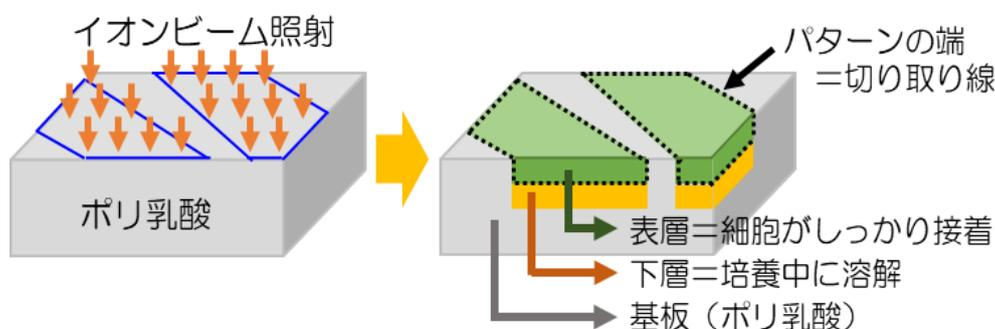

図2. 培養中に力を加えると表層が剥離する特殊な仕掛け
3)を兼ね備えたポリ乳酸⁴⁾を選択しました。イオンビームには材料中の分子を切断したり、“架橋”といって分子同士をつないだりする作用があります。ポリ乳酸は通常の照射では切断される確率が圧倒的に高いのですが、過剰に照射すると逆に架橋が進行し、徐々に炭化していきます。つまり、照射によって与えられるエネルギーの密度によって、ポリ乳酸の中で起こる化学反応が異なるのです。本研究ではこの知見に基づき、イオンビームのもたらすエネルギーの粗密を調整して分解と架橋・炭化の起こる場所を精密に制御し、ポリ乳酸の表面からごく浅い領域に、架橋・炭化された表層と分解された下層から成る2層構造を、一度の照射によって作り出すことに成功しました(図2)。
架橋・炭化された表層は、ヒドロキシル基(-OH)やC=Cなどの新たな化学結合ができることで、細胞の接着性が大幅に向上します。これにより、この表層に接着した細胞は、しっかり牽引力を発揮することができるのです。一方、分解された下層はガラス転移温度⁷⁾や融点⁸⁾が低下するので、温水中で容易に軟化し、やがて溶解します。この2層構造は室温・大気中で保管している間は安定ですが、培養環境(37°Cの液中)でこするなどして力を加えると、表層が照射パターンの端、つまり設定した切り取り線に沿って薄膜として剥離することが分かりました(図2)。